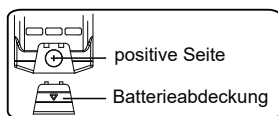

Abb. 1
1. Legen Sie die CR2032-Batterie in das Messgerät ein, die positive Seite sollte nach außen zeigen. (Abb.1)